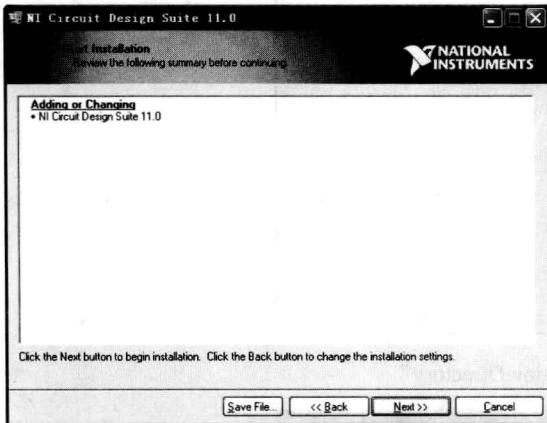

图 1-1-8 “Start Installation” 对话框
(6) 单击【Next】按钮后, 弹出如图 1-1-8 所示的“Start Installation”对话框, 再单击【Next】按钮继续。